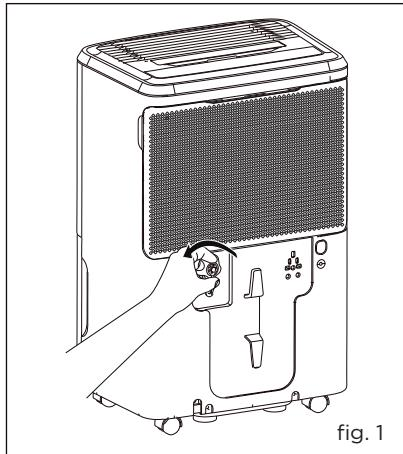

fig. 1
- Desatornille la tapa de drenaje en la parte posterior de la unidad. (fig.1)